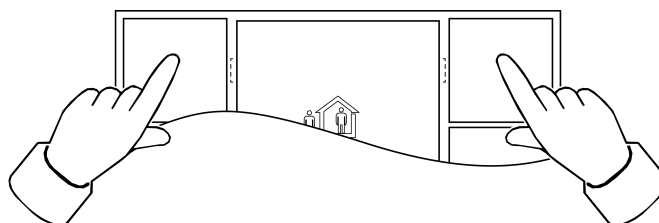

Figura 1: Abrir menú o abandonar
- Cambiar al menú: pulsar simultáneamente las dos teclas superiores (véase figura 1).